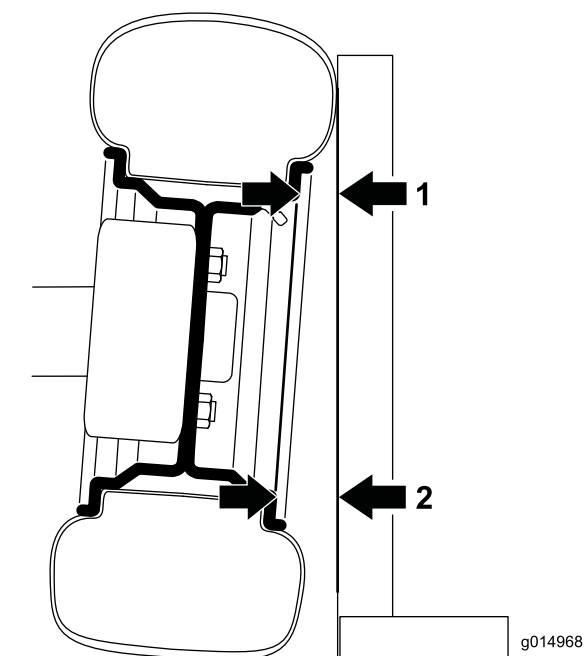

Figura 41
1. Para verificar a inclinação, coloque um quadrado de 90 graus no chão com a parte vertical a tocar na face do pneu (Figura 41).
2. Meça a partir da mesma parte do anel na parte superior e inferior do pneu em relação ao quadrado (Figura 41).